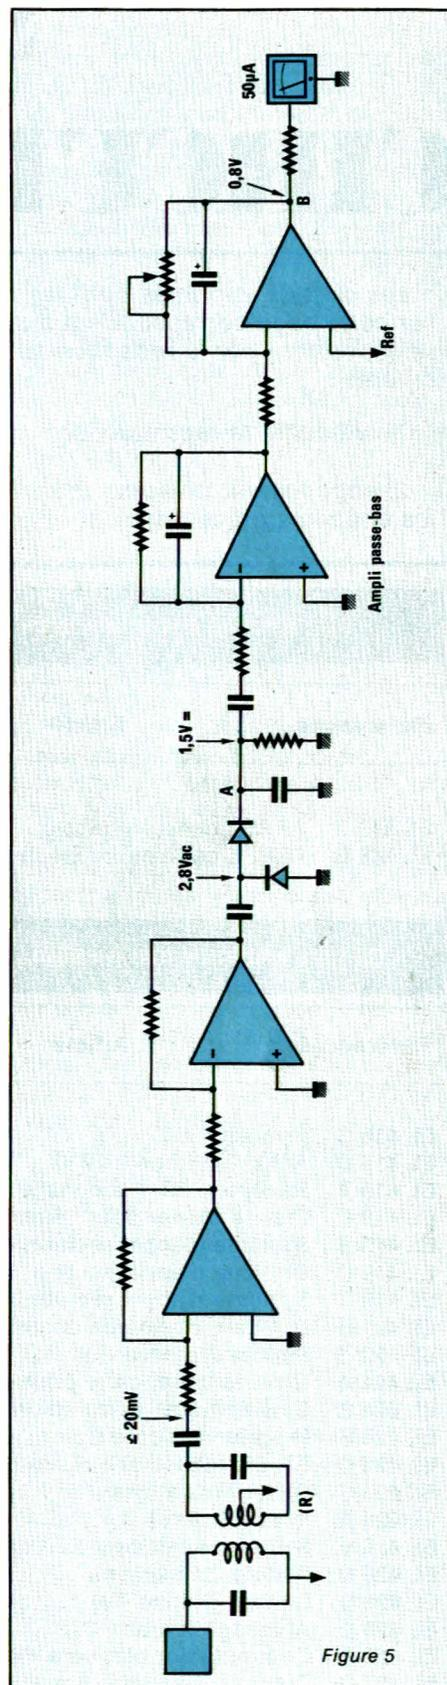

Figure 5
Réalisons l'appareil de la figure 5. Il ne possède plus de circuit de nul. Disposons le récepteur (R) de telle façon qu'un signal de l'ordre d'une vingtaine de mV soit présent aux bornes de ce bobinage. Avec les valeurs indiquées, nous obtenons au point A une tension continue d'environ 1,5 volt. On observe alors qu'en approchant un objet ferreux, le signal du point A va diminuer, qu'en approchant un métal non ferreux le signal va augmenter ou inversement. Selon la position de la bobine
Comme indiqué précédemment, tout déplacement de la tête par rapport au niveau du sol entraîne un déplacement de l'aiguille du galvanomètre ainsi qu'une variation de la tension au point (B) figure 5.